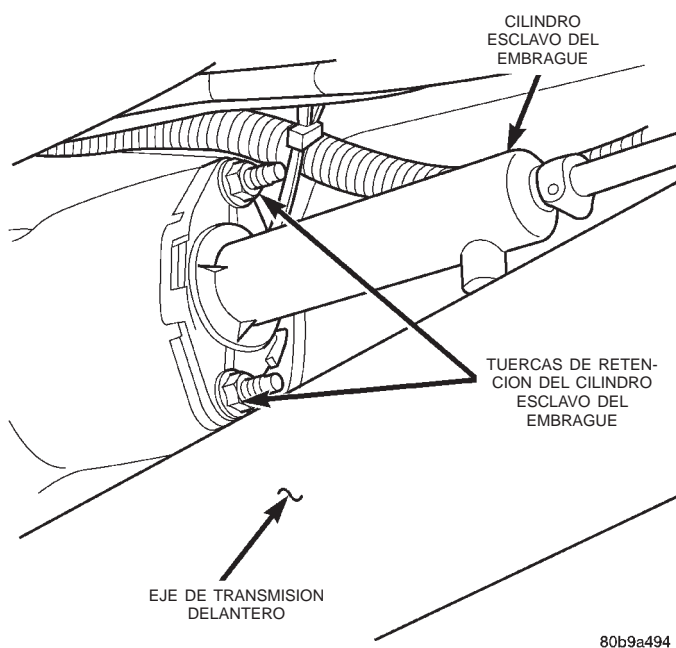

Fig. 20 Cilindro esclavo del embrague
(36) Retire el cilindro esclavo del embrague de la cubierta de embrague (Fig. 20).